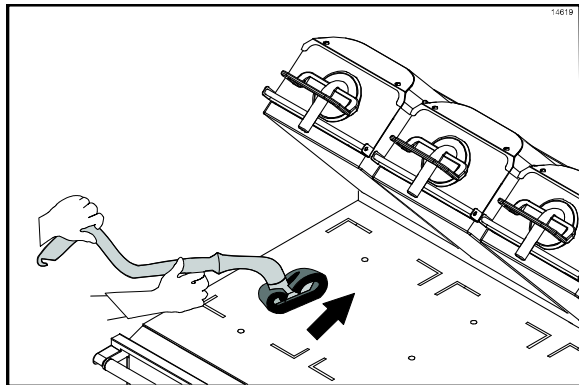

Figura 48
15. Espalhe uma leve camada de solução de limpeza sobre toda a superfície inferior do grill, usando movimentos uniformes, da frente para trás. Deixe o produto permanecer no grill enquanto você espalha por todas as superfícies. (Veja a Figura 48.)